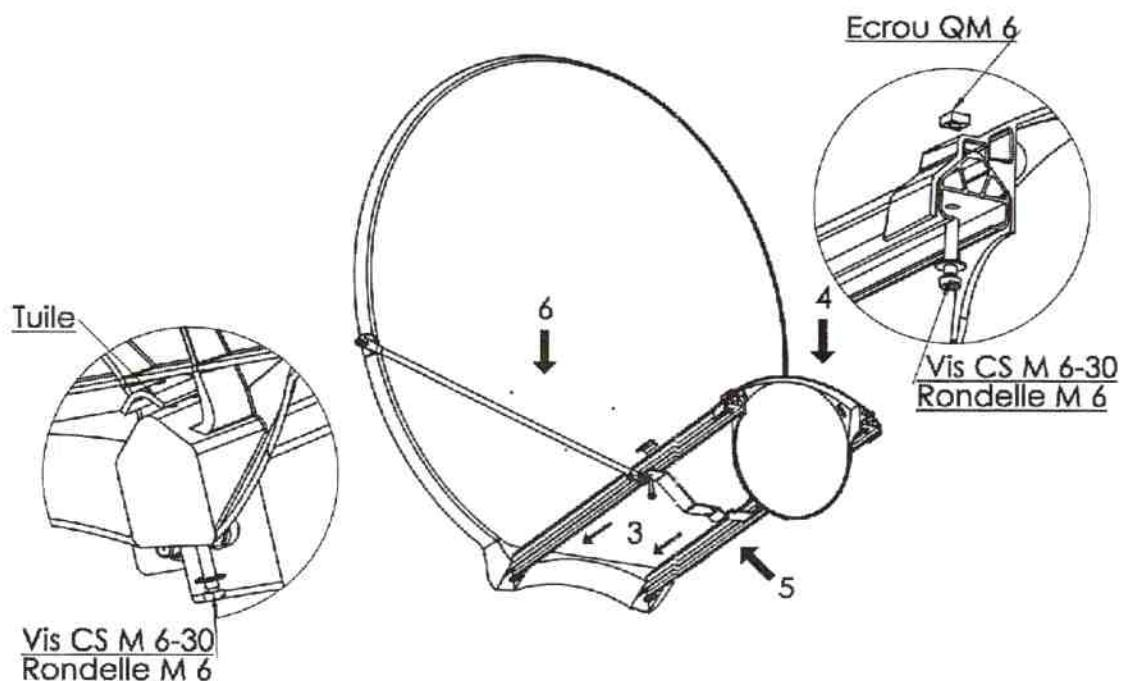

Fig 3
- 3 - Introduire les deux bras en profilé aluminium (3) dans leurs logements respectifs et les fixer (Vis M6-30 , rondelle L6 ; tuile ) × 2 (cf Fig 3).
*Install the two aluminium arms in the gaps at the bottom of the main reflector and fix them using screws M6-30, washers M6 and shaped nuts , see Fig 3.*
*Install the Sub Reflector with the hollow side towards the main reflector and fix it, see Fig 3 .*
- 5 - Présenter et fixer le berceau support de source au plus près du Sub-réflecteur, cf Fig 3.
*Install Feed support bracket in front of Sub-reflector using the holes nearest to the sub-reflector and fix it, see Fig 3.*